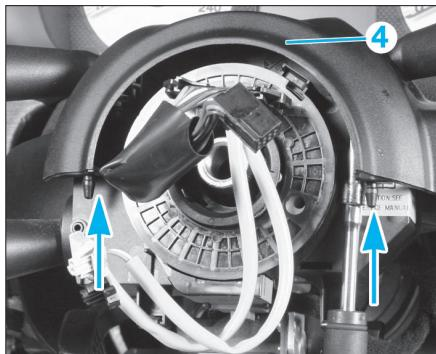

FIG. 5
- Dévisser la garniture supérieure (4) puis la déposer (**Fig.5**).